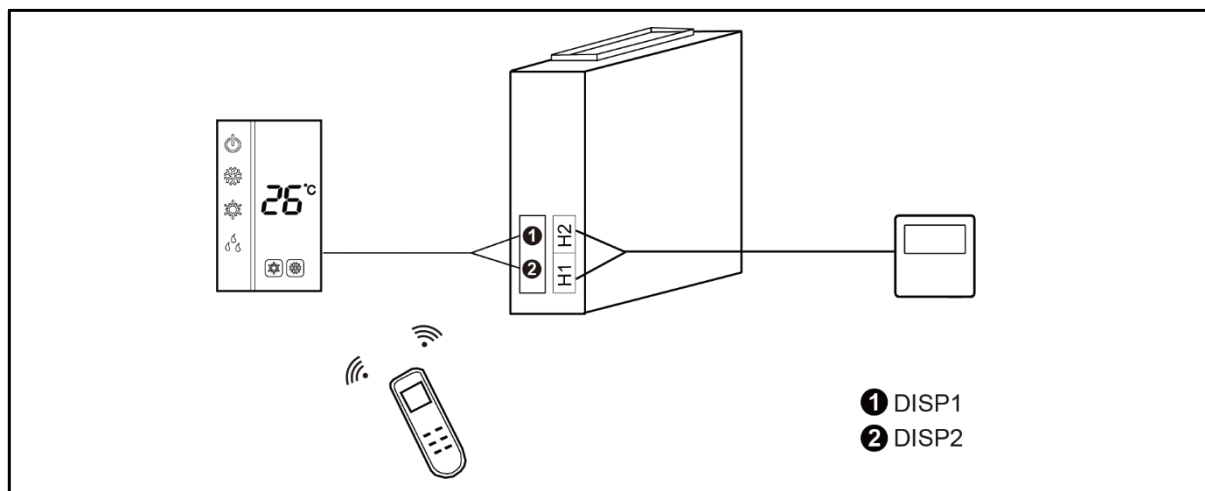

Fig. 5.4.3
- 3) Il controller cablato e il pannello di ricezione possono essere installati contemporaneamente. Quando si utilizza un telecomando, sia il controller cablato che il pannello di ricezione possono ricevere i segnali, come illustrato nella Fig. 5.4.3.